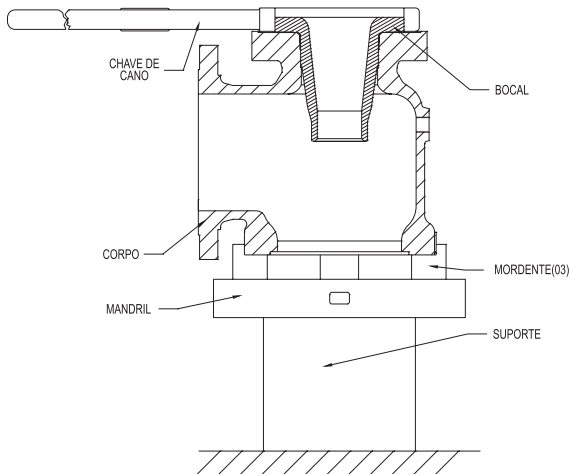

Figura 07
5.1.15 O bocal também poderá ser removido do corpo, utilizando-se uma chave de cano grande (Figura 07).